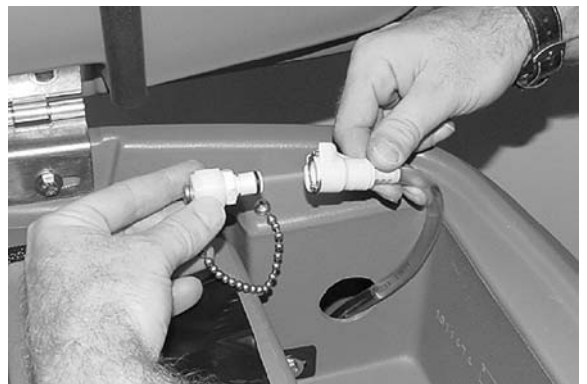

FIG. 45
10. Modèle FaST : branchez le tuyau d'alimentation FaST-PAK sur le bouchon de stockage lorsque vous ne l'utilisez pas (Figure 45). Eliminez toute trace de concentré séché du raccord du tuyau, en le trempant dans de l'eau chaude.